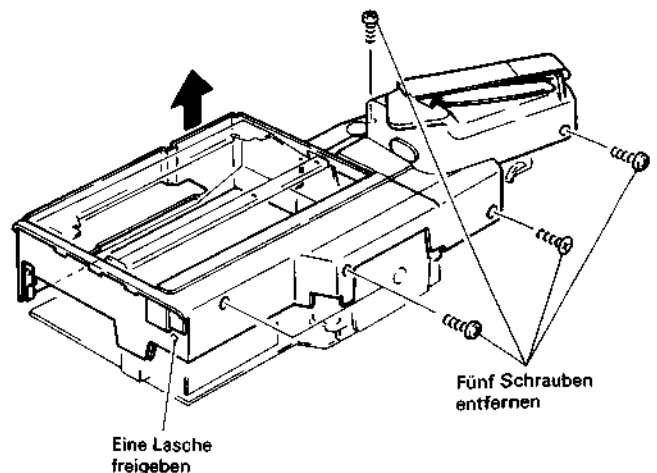

Abb. 2.9 Ausbau des rechten Gehäuses
9. Die fünf (5) Befestigungsschrauben des rechten Gehäuses entfernen (siehe Abb. 2.9).
10. Eine (1) Lasche freigeben und das rechte Gehäuse in Pfeilrichtung abnehmen.